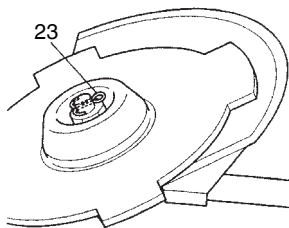

Fig. 19
- Cuando instale la tapa de soporte de la cuchilla (20), asegúrese de colocar la parte cóncava hacia arriba.
- Inserte la llave Allen (19) en el orificio de la transmisión en ángulo para bloquear el soporte de la cuchilla (21). Tenga en cuenta que el tornillo o tuerca de fijación de la cuchilla (22) está roscado a izquierdas (se afloja en el sentido de las agujas del reloj y se aprieta en el sentido contrario). Apriete el tornillo o tuerca de fijación con la llave de vaso.
- Si la unidad cuenta con una tuerca de fijación y está equipada con un pasador, la cuchilla debe retenerse con un pasador nuevo (23) cada vez que se instale. (Fig. 19)